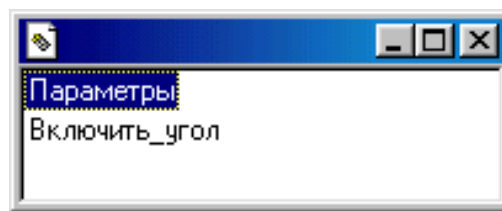

Рисунок 1.130 – Командне меню проектування отворів
Якщо потрібно показати на розрізі деталі отвори цієї системи, курсором вказується центр елемента, що розрізається, на виді зверху. На екрані з’явиться фантом кріпильного елемента й командне меню (рис. 1.130).
- після вибору розділу “Розріз головного виду” і активації команди “Деталі” на екрані з'являється фантом проекції деталі, який фіксується на кресленні. Якщо на розрізі потрібно показати отвори для систем кріплення, спроектованих для даної деталі, послідовно будуть переглянуті всі системи кріплення, намальовані на виді зверху. Кожна із систем автоматично відсвітлюється. Якщо потрібно показати на розрізі деталі отвори цієї системи, вказується курсором центр елемента, що розрізається, на виді зверху. На екрані з'явиться фантом кріпильного елемента й командне меню як на рис. 1.130. Параметри елемента можна змінити, вибравши команду меню “Параметри”. Команда “Включити кут” дає можливість креслити на розрізі кріпильний елемент під іншим кутом. Після виконання команди в нижній частині екрана з'являється вікно для уведення кута. Фантом елемента фіксується на потрібній висоті на розрізі головного виду деталі;